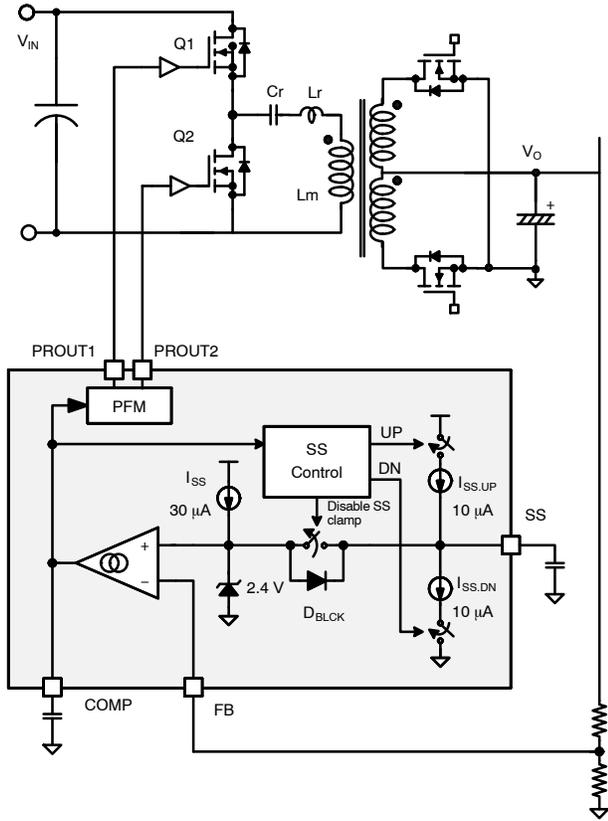

图 68. 闭环软启动的原理图
图 68 显示了反馈控制和闭环软启动的简化电路框图。在正常的稳态运行中，软启动 (SS) 引脚将连接到箝位在 2.4 V 的误差放大器同相输入端。反馈环路在检测到的输出电压与 SS 引脚电压相同时运行。在启动期间，内部电流源极 ( $I_{SS-T}$ ) 会对 SS 电容器进行充电，SS 引脚电压将逐渐增加。由于处于闭环 SS 控制，因此输出电压也会单调增加。